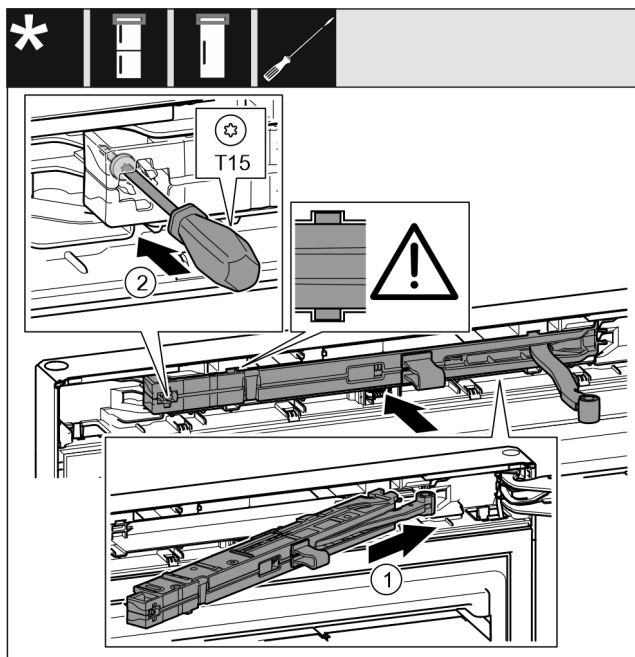

Fig. 24
- ▶ Tolja be ferden, ütközésig a záráscsillapító egységet Fig. 24 (1) a mélyedésbe a csapágybak felőli oldalon.
- ▶ Húzza meg a csavart Fig. 24 (2) csavarhúzóval.